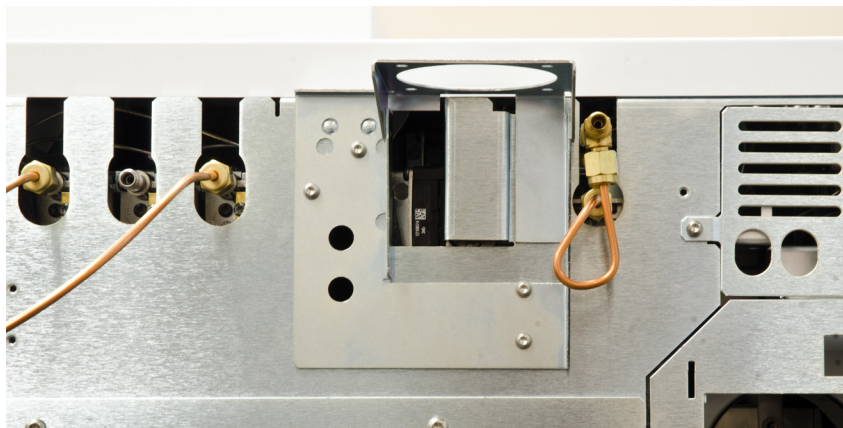

Abbildung 13. Am 7890 GC montierte Halterung 5003-1356
- 2 Ziehen Sie mit einem T-10-Torxschraubendreher die vier T-10-Schrauben an, um die Halterung am GC zu befestigen. Siehe **Abbildung 13**.